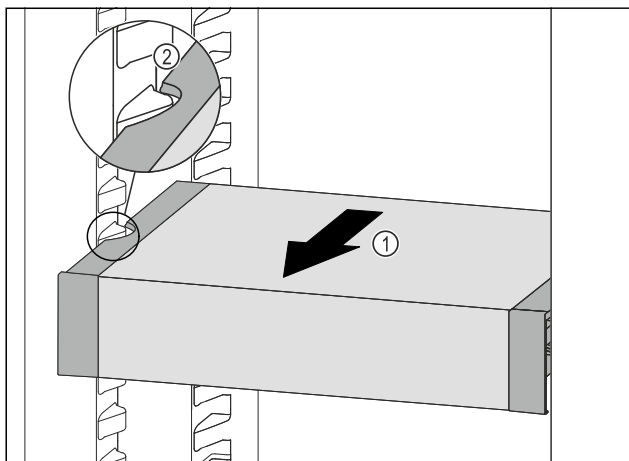

Fig. 105
- ▶ Вытягивайте VarioSafe вперед Fig. 105 (1), пока боковые выемки VarioSafe не окажутся на высоте выступа резервуара в холодильном отделении. Fig. 105 (2)